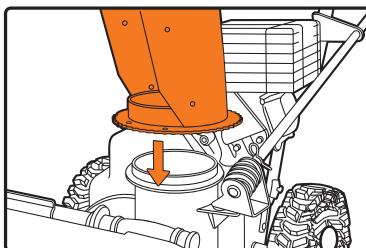

Рис. 11
- Установите желоб на отверстие выброса снега (для DAST 8065 / 8570) (рис. 11)